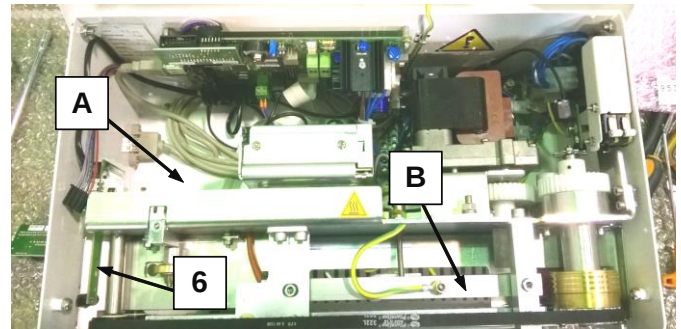
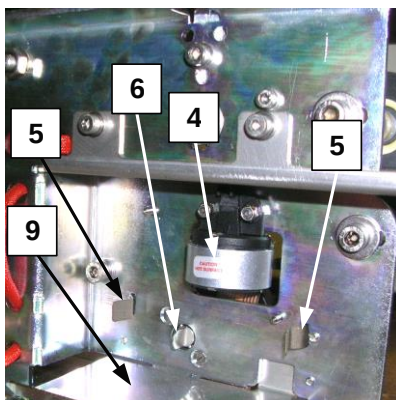
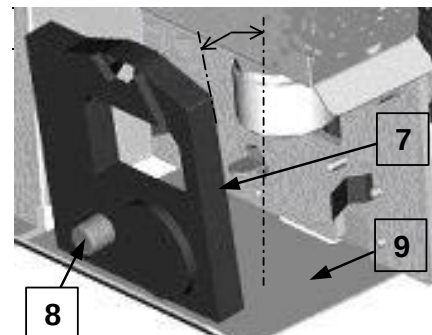

Abb. 4.6
Abb. 4.7
Abb. 4.8
- Die Bandkassette (Nr. 7 - Abb.4.8) in das Fach des Druckbereichs (Pos. A- Abb. 4.6) einschieben.
- Die Kassette auf das Führungsblech setzen (Nr. 9 - Abb.4.8) und dabei leicht geneigt zur
Maschinenrückseite halten (siehe Abb. 4.8).
- Nachdem man die zwei Verankerungsfedern (Nr.5 - Abb.4.8) ausfindig gemacht hat, dreht man die Kassette leicht und hängt sie in die innere Feder ein.
Die Schaufel der Druckantriebswelle (Nr.6 - Abb.4.7) muss ohne Kraftaufwendung in den Rotor der Kassette eingefügt werden (Nr.8 - Abb.4.8). Falls man Hindernisse beim Einschieben feststellt, muss der Rotor leicht gedreht und dann erneut versucht werden, diesen einzuschieben.
Achtung: Um den Bruch der Kassette zu vermeiden, darf der Rotor (Nr. 7 - Abb.4.8) nur in die auf der Kassette selbst angegebene Pfeilrichtung gedreht werden.
- Die Bandkassette ergreifen und von den zwei Verankerungsfedern trennen (Nr. 5 - Abb. 4.8).